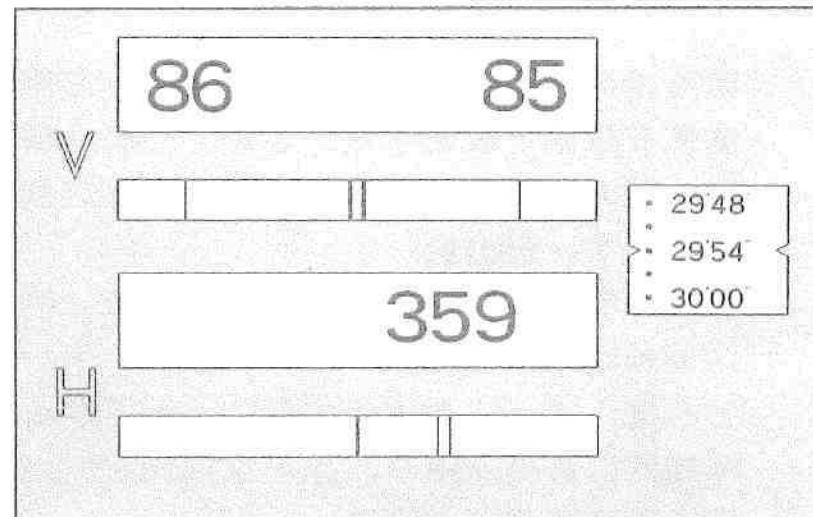

図20-1
①図20-1は、目標を視準した直後の目盛視野であると仮定します。